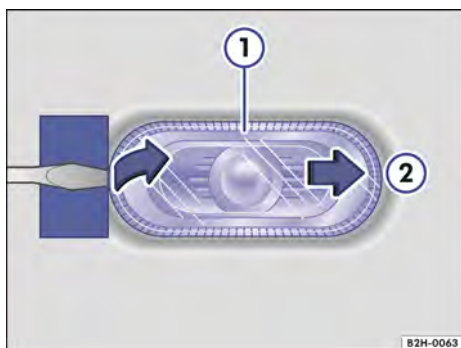

Fig. 201 Lado esquerdo do veículo: remover a luz indicadora de direção lateral
2.	Posicionar a chave de fenda das ferramentas de bordo com a lâmina plana no lado da lanterna lateral do indicador de direção que aponta para a traseira do veículo → ⌚. Deslocar a luz indicadora de direção lateral para trás, em sentido oposto ao da força de mola → Fig. 201 ⌚.